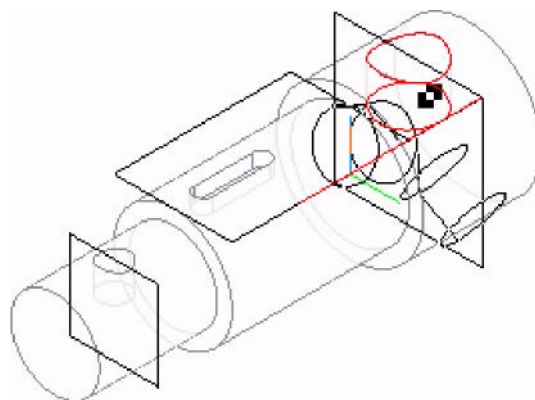

Рис. 6.20
7. Для формування трьох однакових отворів в одному із ступенів валу, використаємо команду . Массив по концентричній сітці (рис. 6.20).